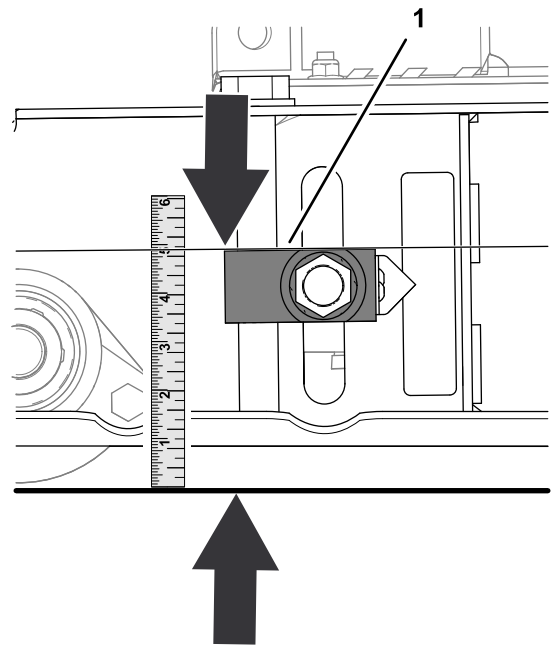

Bild 75
2. Messen Sie den Abstand zwischen der Oberseite der Schnitthöhenverstellung und dem Boden (Bild 75).